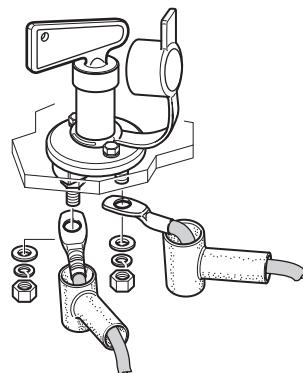

Fig. 50
- Raccorder les branchements de câble sur l'interrupteur coupe-batterie et bloquer avec un écrou (Fig. 50).